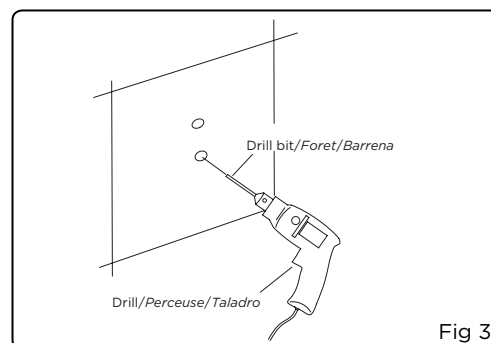

Fig 3
3. Using the drill bit, carefully drill four holes. TIP: INSTALL ONE POST, THEN ASSEMBLE SLIDE BAR AND CONFIRM HOLE POSITION OF SECOND POST BEFORE DRILLING (Fig 3).
3. À l'aide d'un foret, percer délicatement les quatre trous. CONSEIL: INSTALLER UN POTEAU, PUIS ASSEMBLER LA BARRE DE MONTAGE. VÉRIFIER LA POSITION DU TROU DU SECOND POTEAU AVANT DE PERCER (fig. 3).
3. Use la broca para taladrar 4 orificios. **DESPUÉS DE INSTALAR EL PRIMER MONTANTE, ENSAMBLE LA BARRA Y CONFIRME LA POSICIÓN DEL SEGUNDO MONTANTE ANTES DE TALADRAR** (fig. 3).